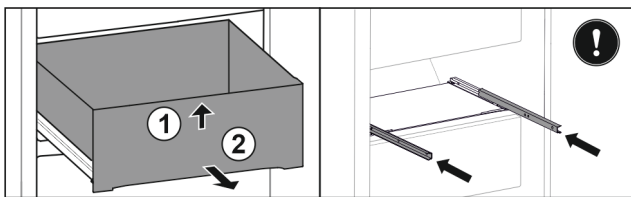

Fig. 40
- ▶ Soulever la partie avant du tiroir Fig. 40 (1).
- ▶ Sortir le tiroir par l'avant Fig. 40 (2).